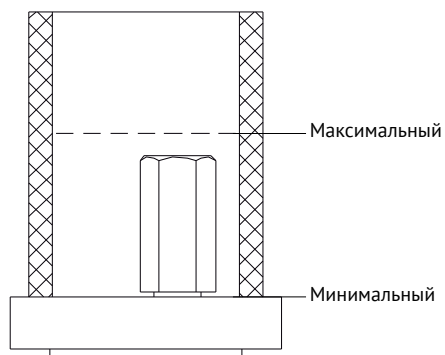

Рис. 3. Уровень заливки рабочей жидкости в стакан
7.7 Плавными движениями, производите накачивание ручным насосом. Величина создания давления ручным насосом зависит от диапазона измерения установленных СИ, но не должна превышать 3 МПа. Во время накачивания будет происходить уменьшение уровня рабочей жидкости в стакане. Следите, чтобы уровень жидкости не упал *ниже минимальной отметки (Рис. 3)*.